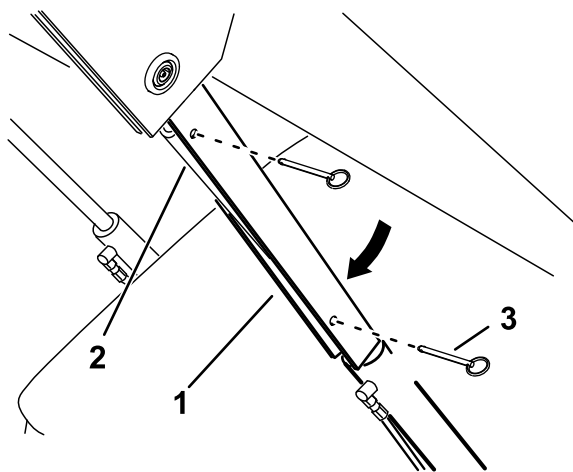

Figura 32
5. Posicione o bloqueio do cilindro sobre a barra do cilindro de elevação (Figura 32).